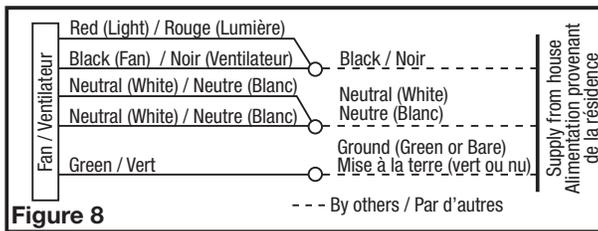

Figure 8
- From where you have access to inside the fan's junction box, connect the one white wire from the house to both the white wire from the fan's light receptacle and the white wire from the fan's exhaust receptacle. Connect the black wire from the wall switch to both the red wire from the fan's light receptacle and the black wire from the fan's exhaust receptacle. Connect the ground wire from the house to the green wire from the fan's grounding screw (**Figure 8**). Use approved methods for all connections.
- Par là où vous avez accès à l'intérieur de la boîte de jonction du ventilateur, raccorder un fil blanc provenant de la maison aux deux fils blancs du réceptacle de la lumière et le fil blanc du réceptacle du ventilateur d'évacuation. Raccorder le fil noir provenant du commutateur mural aux deux fils rouge du réceptacle de la lumière et au fil noir du réceptacle du ventilateur d'évacuation. Raccorder le fil de mise à la terre de la maison au fil vert de la vis de mise à la terre du ventilateur (**Figure 8**). Utiliser des méthodes de raccordement approuvées pour toutes les connexions.